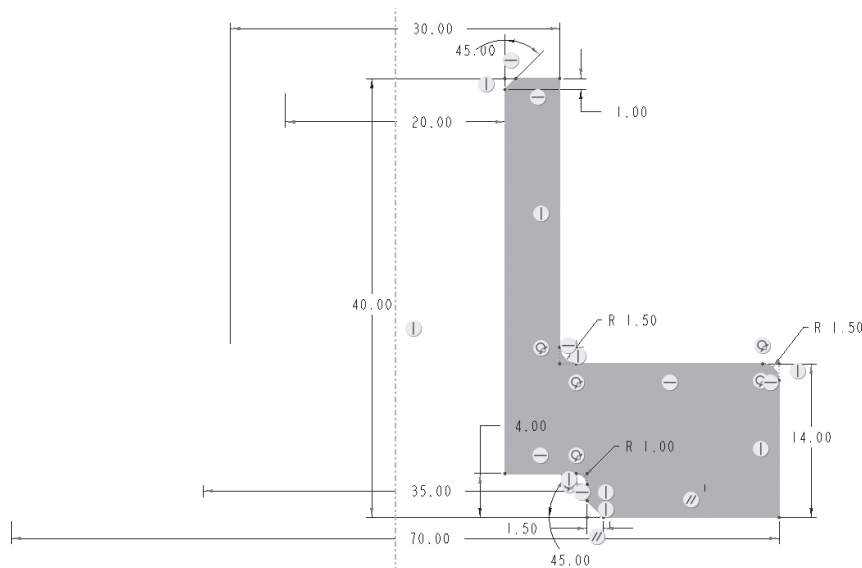

图 2-1-9 角度尺寸标注
(1) 在草绘器中, 单击“”按钮, 分别通过单击选取需要标注角度的两条非平行直线, 用鼠标中键单击尺寸位置。
(2) 单击“”按钮或执行其他命令, 结束尺寸标注。
(3) 已经存在的弱尺寸, 可通过双击草图来修改尺寸, 完成角度尺寸标注, 如图 2-1-9 所示。完成后保存法兰盘草图。